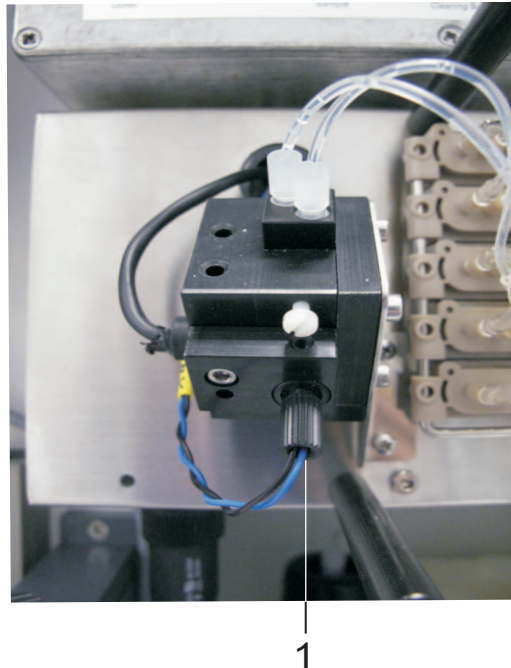

Abb. 5-25: Photometereinheit bei LED-Check
Die blaue Mess-LED sitzt unten an der Photometereinheit in dem LED-Halter, welcher das schwarze und blaue Anschlusskabel für die Mess-LED aufnimmt (siehe Abb. 5-25: Photometereinheit bei LED-Check, 105). Nach Start der Funktion *LED Check* leuchtet bzw. erlischt die Mess-LED 5 mal für jeweils 2 Sekunden.
- 4 Schauen Sie von unten in den LED-Halter, welcher das schwarze und blaue Anschlusskabel für die Mess-LED aufnimmt (siehe Abb. 5-25: Photometereinheit bei LED-Check, 105). Die blaue Mess-LED befindet sich darin. Beobachten Sie die LED.